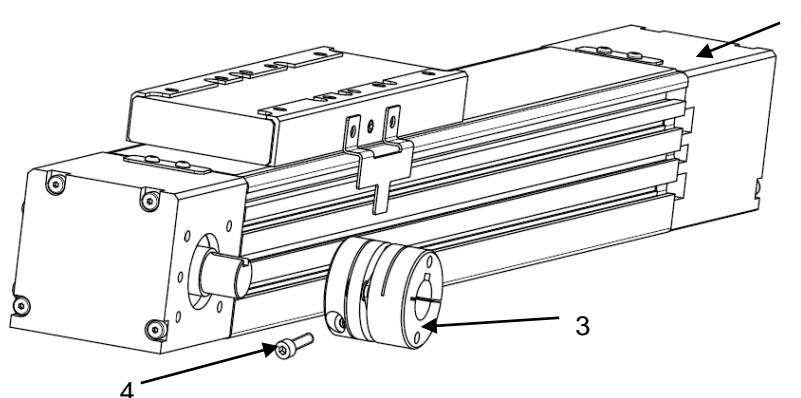

Рисунок 3 – Установка муфты
- 1) Установите муфту (поз. 3) на вал модуля с необходимой стороны (поз. 1) (см. рисунок 3). Закрепить муфту с помощью винта (поз. 4) с моментом, указанным в таблице 3;